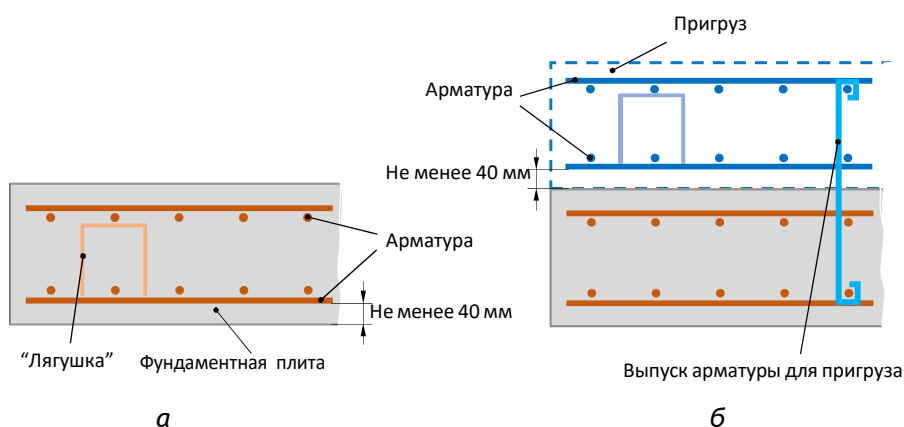

Рис. 7. Армирование фундаментной плиты
Пригруз рекомендуется выполнить армированным, связывая арматуру пригруза с предварительно устроенными выпусками из нижней фундаментной плиты (рис. 7).
- армирование фундаментной плиты выполнять двумя сетками в верхней и нижней зонах, сохраняя защитный слой бетона не менее 40 мм от грани бетона до грани арматурного стержня (рис. 7, а);
- при армировании плиты на которую планируется установка верхнего пригруза, предусмотреть дополнительные выпуски арматуры для обеспечения связи между фундаментной плитой и пригрузом (рис. 7, б);